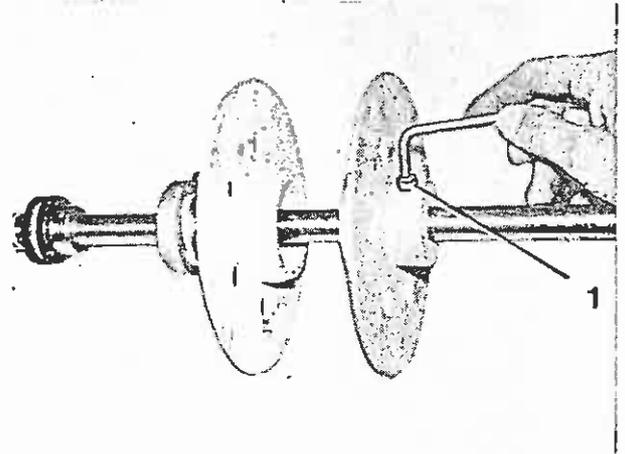

Bild 79
2. Klemmschraube (Bild 79/1) der vorderen Abrollscheibe lösen, Abrollscheibe und ggf. Papierhülse abnehmen.